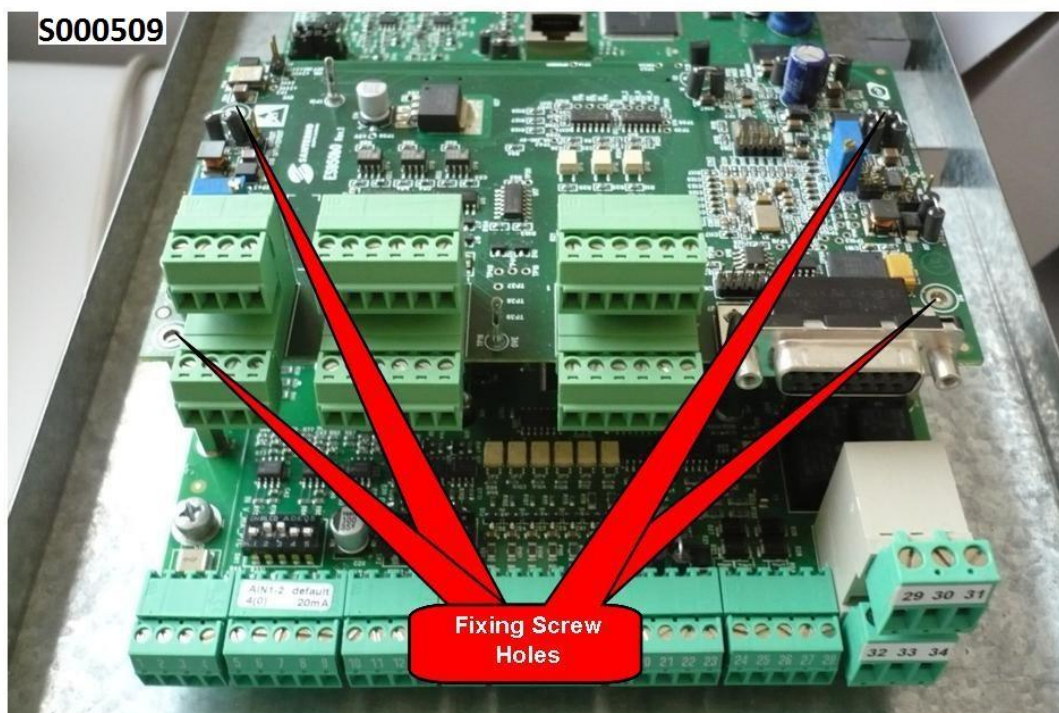

Figura 143: Fissaggio della scheda ES861 dentro l'inverter
4. Inserire la scheda nello slot C facendo attenzione ad allineare correttamente i pettini dei contatti con i due connettori dello slot (CN7A e CN7B). Se la scheda è correttamente installata si ha l'allineamento tra i quattro fori di fissaggio e le corrispondenti sedi delle viti delle colonnette metalliche di supporto. Dopo aver controllato il corretto allineamento serrare le quattro viti di fissaggio della scheda come mostrato nella Figura 143.